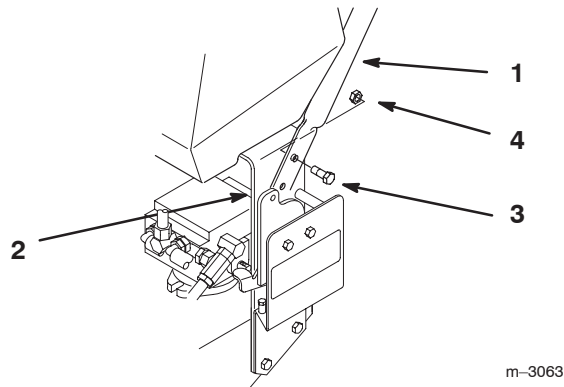

Bild 3
1. Richten Sie das obere Handgriffteil mit den Befestigungslöchern am hinteren Rahmen aus (Bild 3). Wählen Sie die obere, mittlere oder untere Stellung als unteres Befestigungsloch.
2. Befestigen Sie jede Seite mit zwei Bundschrauben (3/8 x 1 Zoll) und zwei Bundmutter (Bild 3). Ziehen Sie die Schrauben auf 34 Nm an.